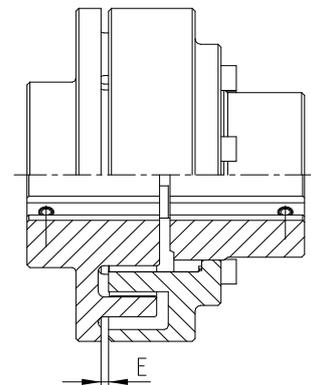

Figura 15: montaggio del giunto
- Traslare i gruppi in direzione assiale, fino a raggiungere la quota E (vedere la figura 15).
- Una volta montati e fissati i gruppi, regolare la quota E traslando assialmente i mozzi sull'albero (vedere la figura 15).